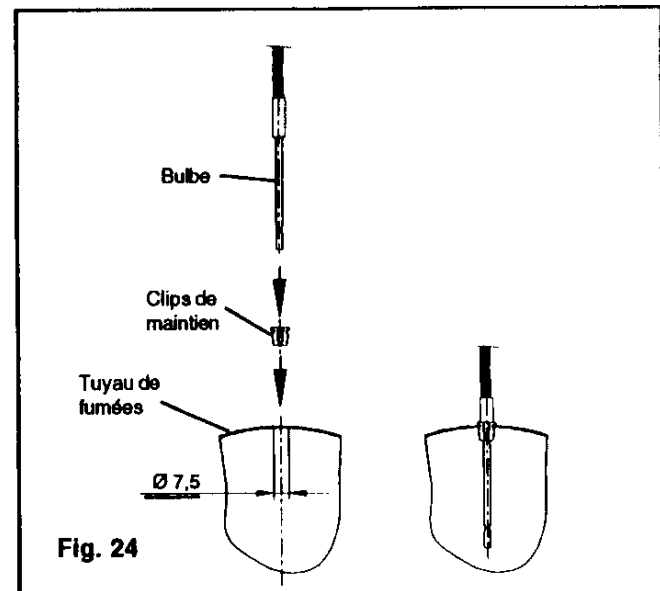

Fig. 24
- Percer, verticalement de préférence, le tuyau de fumées avec un foret  $\varnothing 7,5$  et enfoncer le clip de maintien du bulbe (voir figure 24),
### Montage de la régulation sur la chaudière (voir figure 24):